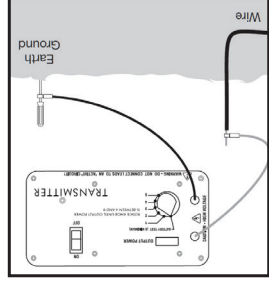

FIGURA 1 : Configuración del transmisor
1. Con el transmisor apagado, conecte el conductor de color rojo al cable que se desea localizar y el conductor de color negro a una conexión a tierra en buenas condiciones con la punta proporcionada. (Consulte la Figura 1)